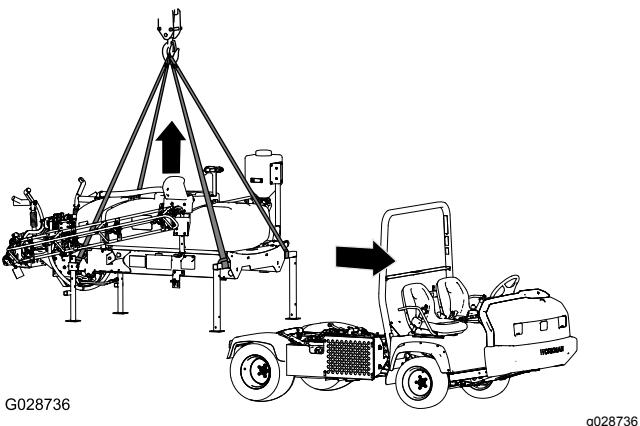

Figure 107
- Abaissez les rampes à environ 45° et faites les pivoter en avant (Figure 107).
7. Levez le patin de la cuve à une hauteur suffisante pour éviter le patin de la machine (Figure 107).
5. Attachez le matériel de levage aux tubes horizontaux des jambes de support avant et le montant vertical aux jambes de support arrière (Figure 107).